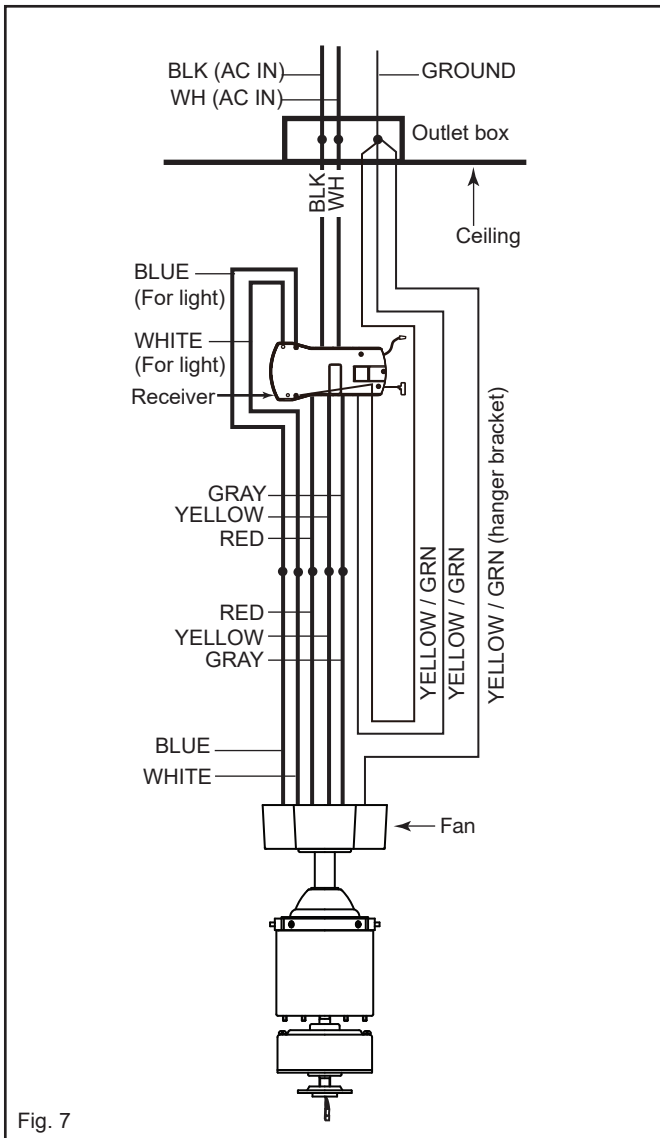

Fig. 7
Step 2. Make wire connections from the fan to the receiver unit. For this step use the bundle of 5 wires on the receiver. (Fig.7)
Paso 2. Realice las conexiones de cables desde el ventilador hasta la unidad receptora. Para este paso utilice el haz de 5 cables del receptor. (Fig.7)